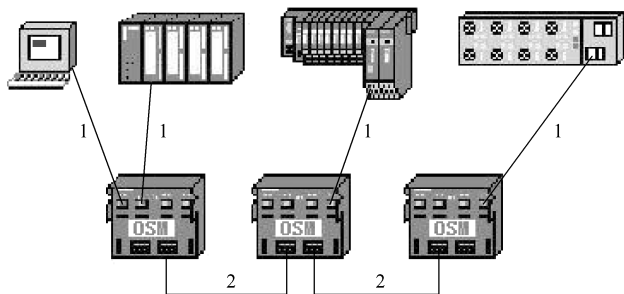

图 8-160 总线型拓扑应用
2) 总线型。如图 8-160 所示，所需的电缆较少、价格便宜、管理成本高、不易隔离故障点、采用共享的访问机制、易造成网络拥塞。早期以太网多使用总线型的拓扑结构，采用同轴缆作为传输介质，连接简单，通常在小规模的网络中不需要专用的网络设备，但由于它存在的固有缺陷，已经逐渐被以集线器和交换机为核心的星形网络所代替。如图 8-160 所示，3 台交换机组成总线网络，交换机再与 PLC、计算机和远程 IO 模块组成网络。